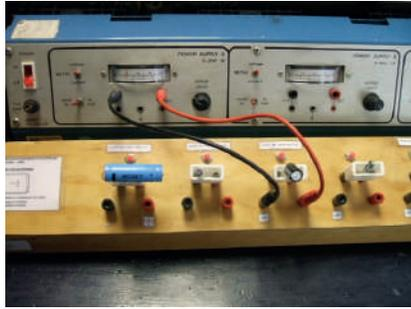

Figura 2.4 Energización de un capacitor
- g) Verifique que el capacitor de  $2200 \mu\text{F}$  se encuentre descargado y posteriormente conéctelo a la fuente de poder, como se indica en la figura 2.4.
8. De acuerdo a las mediciones de la figura 2.4 y 2.5, ¿en qué circuito se almacena una mayor energía? Justifique su respuesta con cálculos.